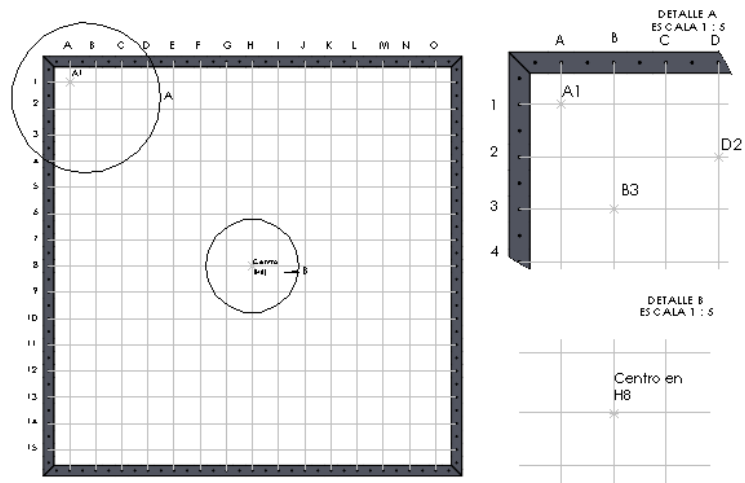

Figura 3. Coordenadas para el perfil de velocidades.
3. Encender el ventilador y medir la velocidad de viento con el anemómetro en cada punto de la malla durante 20 segundos. Registrar los valores promedio de velocidad acorde a la simbología de la Figura 3.